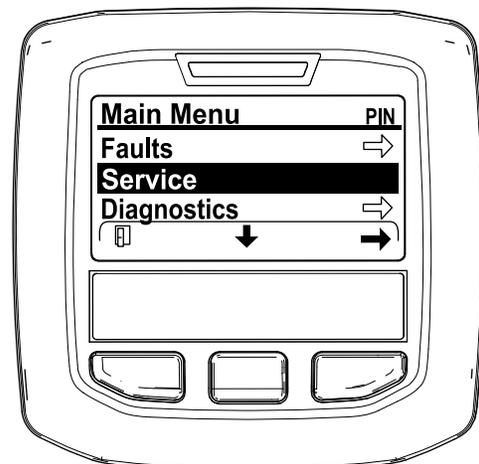

Figure 38
2. Naviguez jusqu'au MENU PRINCIPAL, appuyez sur le bouton central pour défiler jusqu'au MENU ENTRETIEN et appuyez sur le bouton de droite pour sélectionner l'option ENTRETIEN (Figure 38).